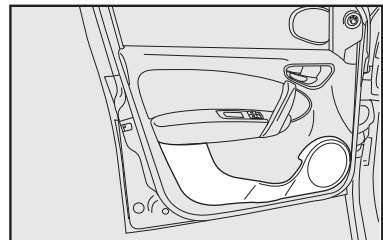

fig. 64
- painéis de portas **fig. 64;**